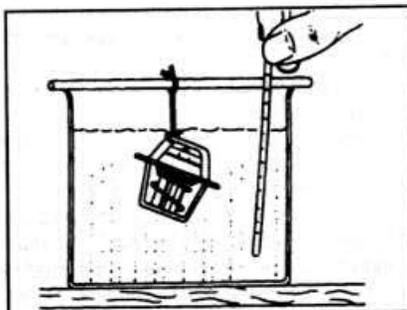

Рис. 3.10. Проверка термостата.
- Для проверки термостата опустите его на шпатель в контейнер с водой. Постепенно нагревая воду, замерьте температуру, при которой термостат начинает открываться и полностью откроется. Извлеките термостат из воды и проверьте, чтобы он полностью закрылся после остывания. Замените термостат если его параметры отличаются от технических требований (см. рис. 3.10).